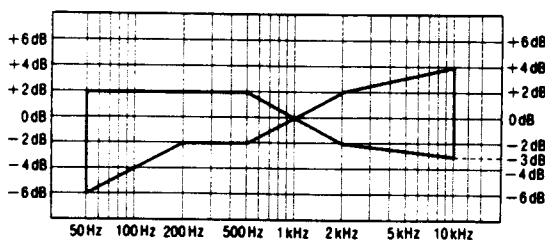

Fig. 8
4. Reproducir la señal grabada en el paso 2 y comprobar que el nivel de cada frecuencia de salida esté dentro de la gama mostrada en la Fig. 8. en comparación con la frecuencia de referencia (1 kHz).